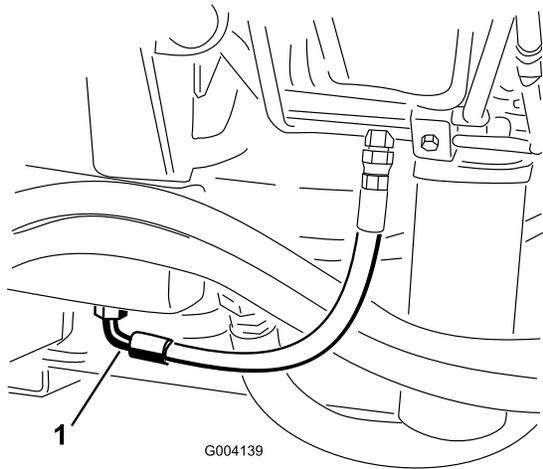

Figura 99
3. Collocate una bacinella di grandi dimensioni sotto il raccordo previsto sulla base del serbatoio del fluido idraulico (Figura 99).